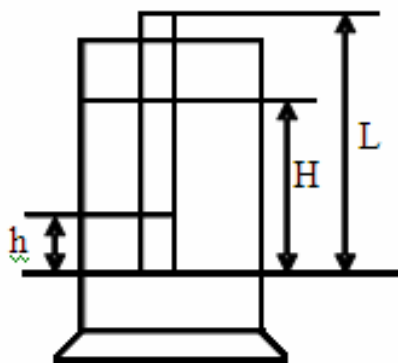

Рисунок 2 - Стеклянная трубка в мензурке
- 2) измерить высоту воздушного столба в стеклянной трубке, т.к. сечение трубки одинаково, то $L_1 \approx V_1$ (мм³) (рисунок 2):